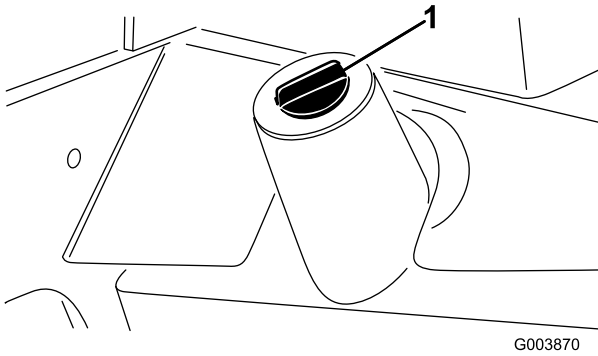

Bild 71
2. Stellen Sie eine große Auffangwanne unter die Ablassschraube unter dem Hydraulikölbehälter (Bild 71).
Entfernen Sie die Ablassschraube an der Unterseite des Hydraulikölbehälters (Bild 71) und lassen die Hydraulikflüssigkeit in die Auffangwanne ablaufen.